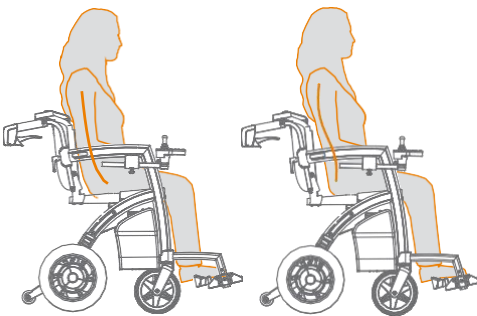

Figura 54: Antes y después de ajustar las correas de la espalda, a la derecha puede ver la posición correcta.
- f. Compruebe si el usuario está cómodamente sentado en una posición correcta (**Figura 54**).